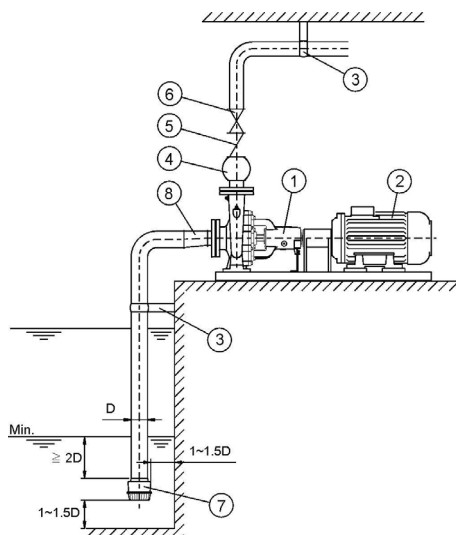

Fig. 1
(1) Evitar que las tuberías de aspiración y de impulsión transmitan esfuerzos a la bomba, mediante la instalación de soportes suficientemente resistentes, de lo contrario la bomba podría desalinearse e incluso romperse.
(2) Instalar válvulas de retención (entre la bomba y la válvula de impulsión) en los siguientes casos:
(3) Instalar válvulas de aireación en los puntos de la instalación donde sea imposible evitar la formación de bolsas de aire. No obstante, no deben instalarse en puntos donde la presión sea menor que la presión atmosférica, ya que la válvula aspirará aire en vez de expulsarlo.
(4) Para reducir el efecto de un golpe de agua (golpe de ariete), instalar una válvula de retención con muelle.
(5) Instalaciones en aspiración (ver Fig. 1):